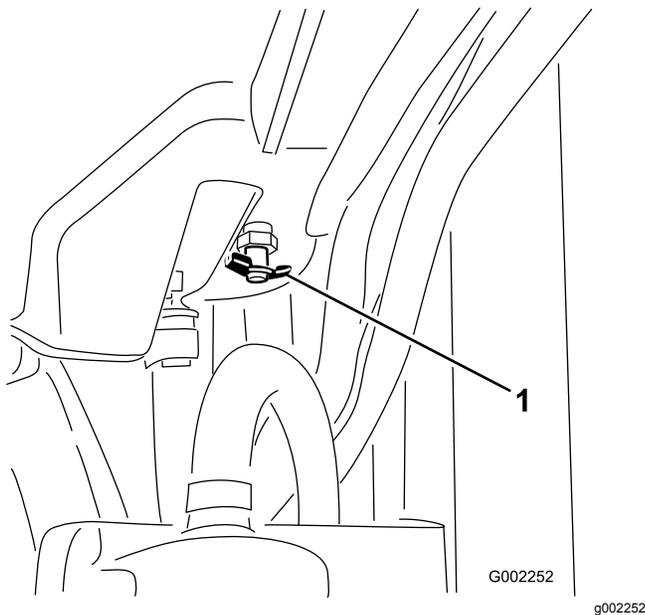

Figura 89
4. Abra la válvula de vaciado y deje que el refrigerante se drene en el recipiente (Figura 89).
5. Cierre la válvula de vaciado (Figura 89).